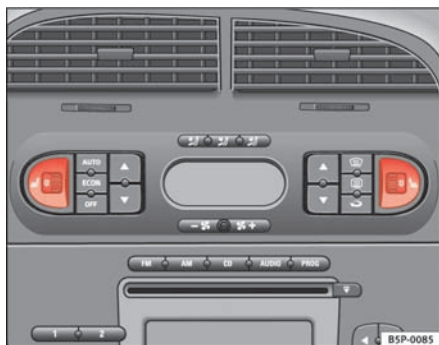

Fig. 96 Indstillingshjul til sædevarme i forsæderne
- Drej på det pågældende indstillingshjul ⇒ fig. 96 for at tilslutte sædevarmen. Sædevarmen er afbrudt, når indstillingshjulet er i position 0.